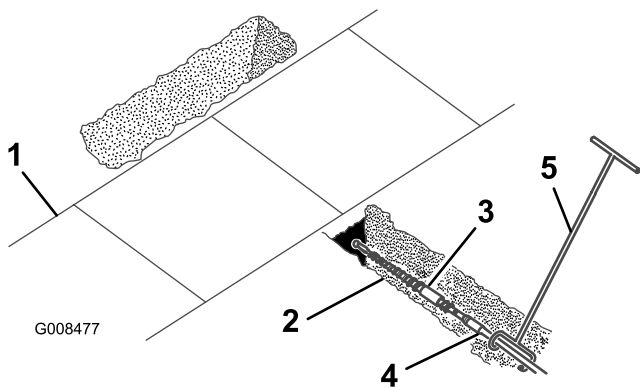

Figura 29
4. Conecte la herramienta de guía de la varilla a la varilla, justo por detrás de la barrena (Figura 29).
5. Con la persona que va a guiar la barrena colocada a la derecha de la zanja (Figura 29), arranque el motor, ponga el acelerador en una posición intermedia y mueva hacia adelante la palanca de control de la Hydra Borer para iniciar la rotación hacia adelante de la barrena.
6. Mueva la máquina lentamente hacia adelante; la persona que tiene la herramienta de guía de la varilla debe guiar la penetración de la barrena en el suelo (Figura 29).